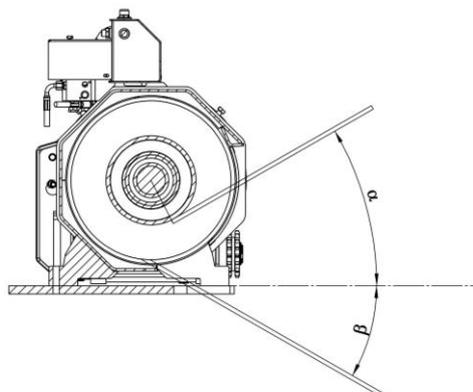

Bild 2
- Das erste Seil verlegen Sie so, dass es im Gebiet des Winkels  $\text{Alfa} = 30^\circ$  und Winkels  $\text{Beta} = 30^\circ$  verläuft, wie das Bild 2 darstellt.